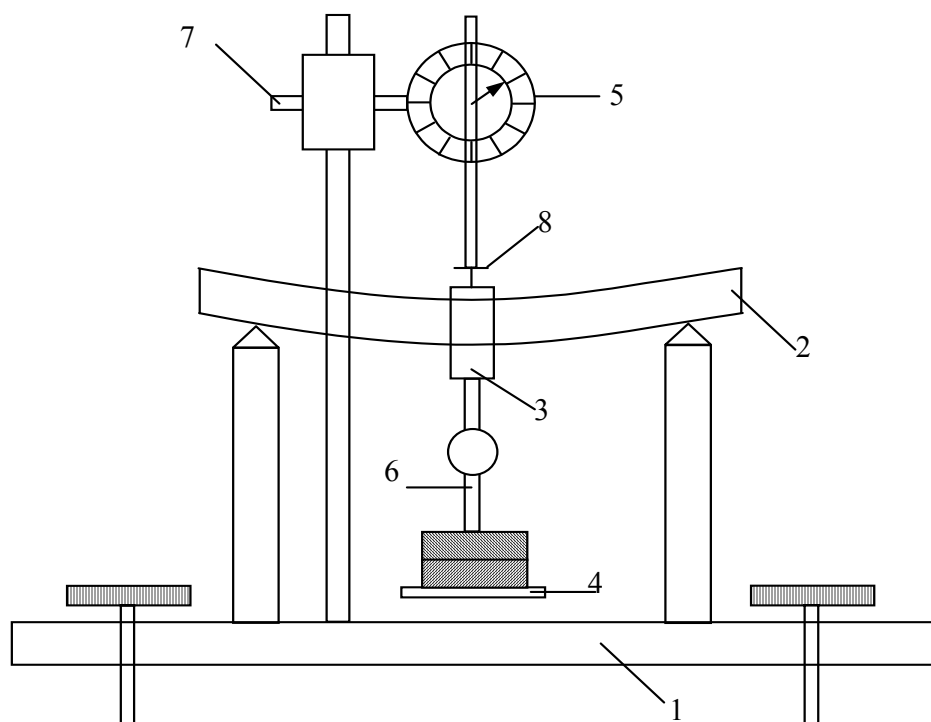

Рис. 2
Станина (1) (рис. 2) состоит из основания с двумя стойками, на верхних концах которых имеются кольцевые стальные опорные призмы. На ребрах этих призм помещается испытуемый стержень (2). На середине стержня припаяно кольцо (3), которое при помощи подвески (6) соединено с платформой для гирь (4). Платформа (4) последовательно нагружается имеющимися в комплекте гирями, тем самым изменяется изгибающая сила, действующая на стержень. Стрела прогиба измеряется индикатором (5), который укреплен на специальной стойке. Большая шкала индикатора поворачивается при повороте корпуса прибора, что дает возможность установить нуль большой шкалы против большой стрелки индикатора. Малая шкала и малая стрелка служит для определения числа оборотов, совершаемых большой стрелкой индикатора. Цена каждого деления индикатора равна 0,01 мм/дел.
Для измерения модуля Юнга необходимо прибор настроить, т.е. добиться такого взаимодействия между деталями прибора, чтобы величина стрелы прогиба изменялась пропорционально изменению величины изгибающей силы. Например, если одна гиря отклонит стрелку индикатора на 12 делений, то две такие гири должны отклонять стрелку индикатора на 24 деления, три гири – на 36 делений и т.д. Если же прибор не настроен, то пропорциональность между величиной стрелы прогиба и величиной изгибающей силы нарушится, а поэтому модуль Юнга будет определен не точно. Для настройки необходимо при помощи зажимного винта (7) (рис. 2) закрепить индикатор на такой высоте, чтобы малая стрелка указывала
деление «0». Дальнейшая настройка прибора осуществляется при помощи винта 8 (рис. 2).
Сначала проверьте, какова зависимость величины стрелы прогиба от величины изгибающей силы. Для этого необходимо платформу (4) (рис. 2) нагружать последовательно гирями (сначала одной, затем двумя и т.д.). Если между показаниями стрелки индикатора и весом гирь нет линейной зависимости, то необходимо несколько поднять или опустить шпindel индикатора путем поворота винта (8). После этого снова проверьте зависимость между показаниями стрелки индикатора и весом гирь, нагружаемых на платформу (4) (рис. 2). Если снова линейной зависимости нет, то опять используйте винт (8) и все снова повторите.